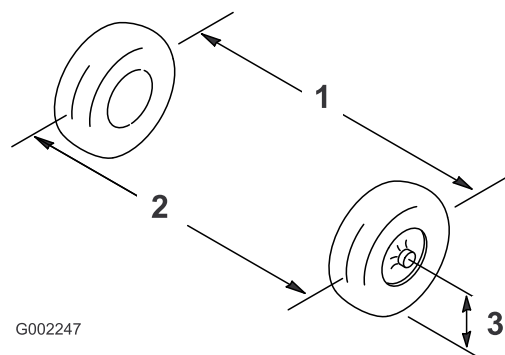

Figura 98
2. Mida la distancia entre los neumáticos delanteros a la altura del eje, en la parte delantera y trasera de los neumáticos delanteros (Figura 98).